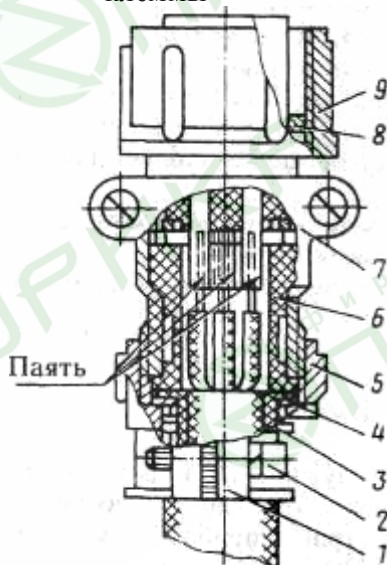

Рис.3. Подсоединение электрического кабеля к прибору с соединителем
- 1) отвернуть гайку 5 (рис.3) с кольцом 4 в розетке соединителя, разобрать патрубок 7, извлечь втулку 6;